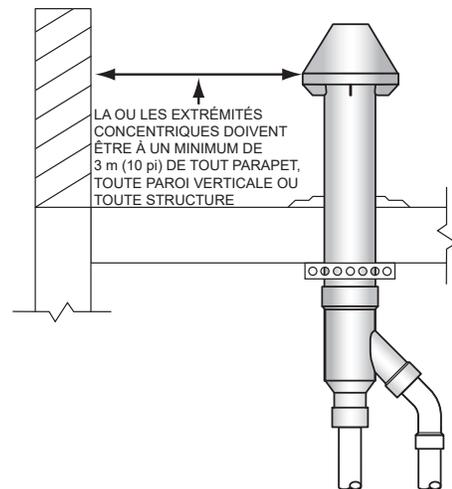
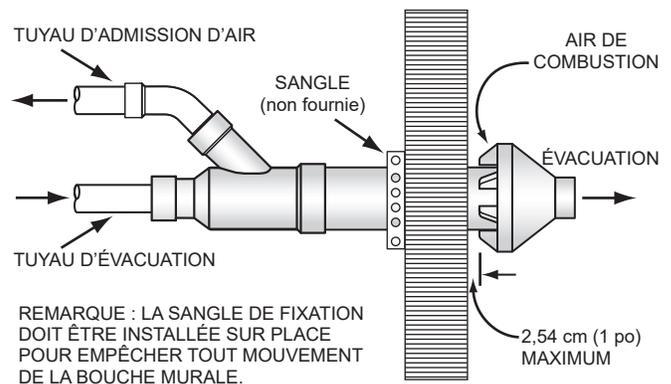

Figure 33. Bouche concentrique sur toit plat - Dégagements par rapport au parapet
Figure 35. Extrémité concentrique - Installation murale
Lors de l'installation d'une bouche concentrique verticalement à travers un toit-terrasse, le chapeau de la bouche d'évacuation doit se trouver à un minimum de 3 m (10 pi) de tout parapet, mur vertical ou structure comme illustré à la **Figure 33**.
- B. S'assurer que le raccord en Y est orienté de telle façon que le côté admission d'air du Y soit sur le dessus. Voir **Figure 35** (page 37).
- C. Attacher l'ensemble à la structure comme illustré à la **Figure 35** ou la **Figure 33** à l'aide de bande perforée métallique (non fournie) ou autre matériau de support équivalent.
6. Coller les tuyaux d'air de combustion et d'évacuation des gaz brûlés du chauffe-eau à la bouche d'évacuation concentrique. Voir l'orientation et la fixation correctes des tuyaux à la **Figure 35**.